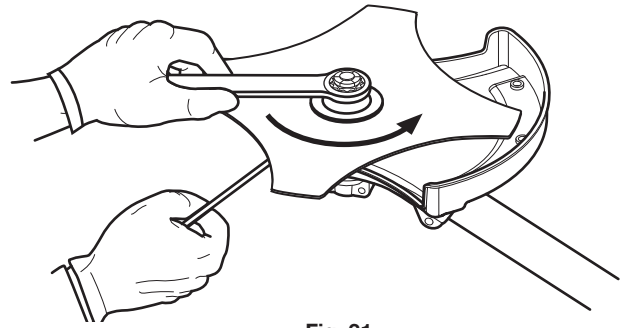

Fig. 31
7. Ajuste la tuerca en sentido contrario a las agujas del reloj con una llave de tuercas (Fig. 31):